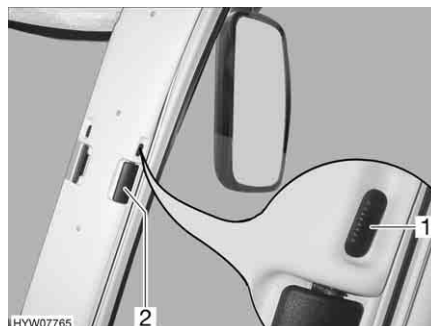

Fig. 67 Tendina oscurante pieghevole per il finestrino del conducente/passeggero
- Inserire fino all'arresto le tendine oscuranti pieghevoli per il finestrino del guidatore e del passeggero per la maniglia (Fig. 67,2).
- Spingere il bottone di bloccaggio (Fig. 67,1) in basso.